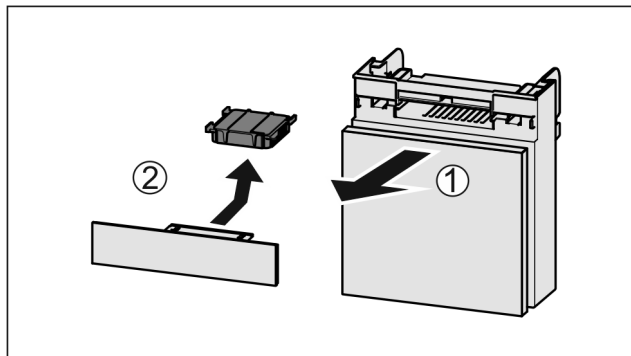

Fig. 66
- ▶ Издърпайте Fig. 66 (1) напред от отделениято.
- ▶ Извадете Fig. 66 (2) филтър с активен въглен.